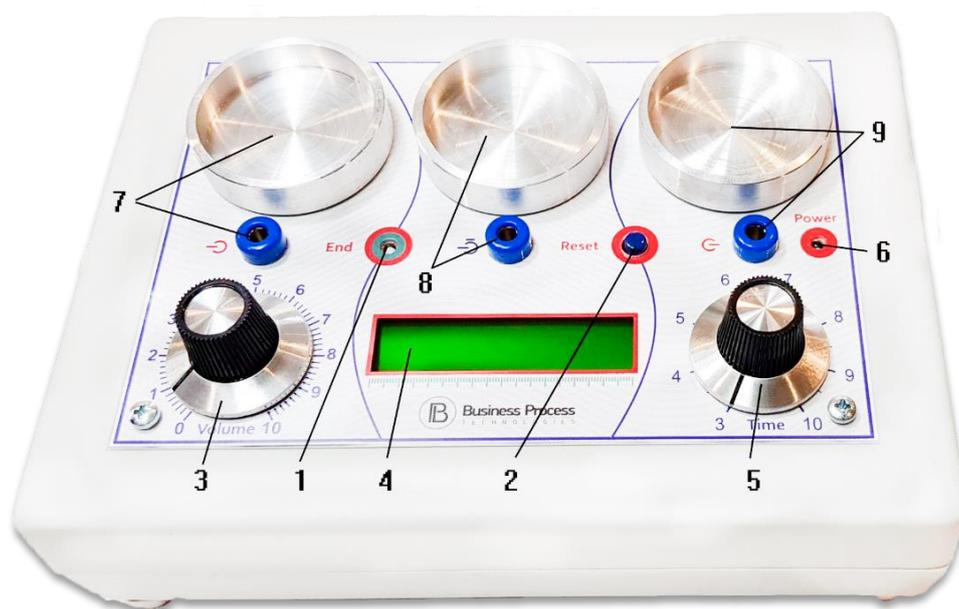

Рис.1
Прибор имеет следующие разъемы, индикаторы и органы управления представлены на рис. 1:
4. Для получения копии препарата из базы Life Expert Profi подключить соответствующий шнур к выходному гнезду с правой боковой стороны Life Expert Profi к входному гнезду репринтера № 7 или 8 (рис.1).